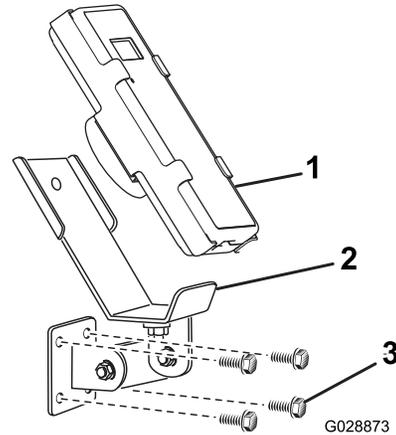
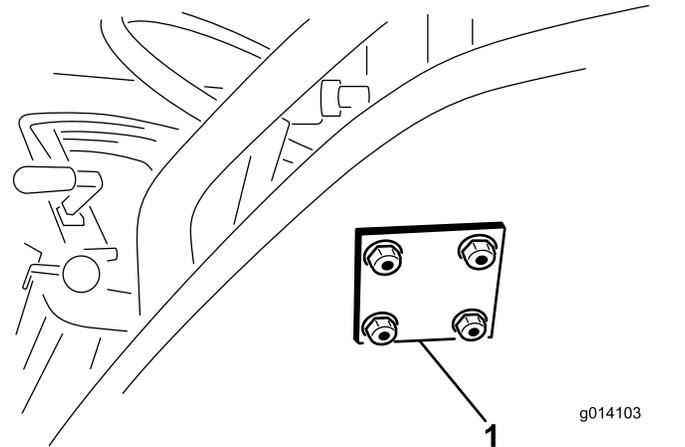

Figura 14
Figura 15
3. Ligue o suporte de montagem e placa posterior com 4 parafusos de cabeça flangeada (5/16 x 1½ pol.) e porcas de bloqueio flangeadas (Figura 14 e Figura 15).